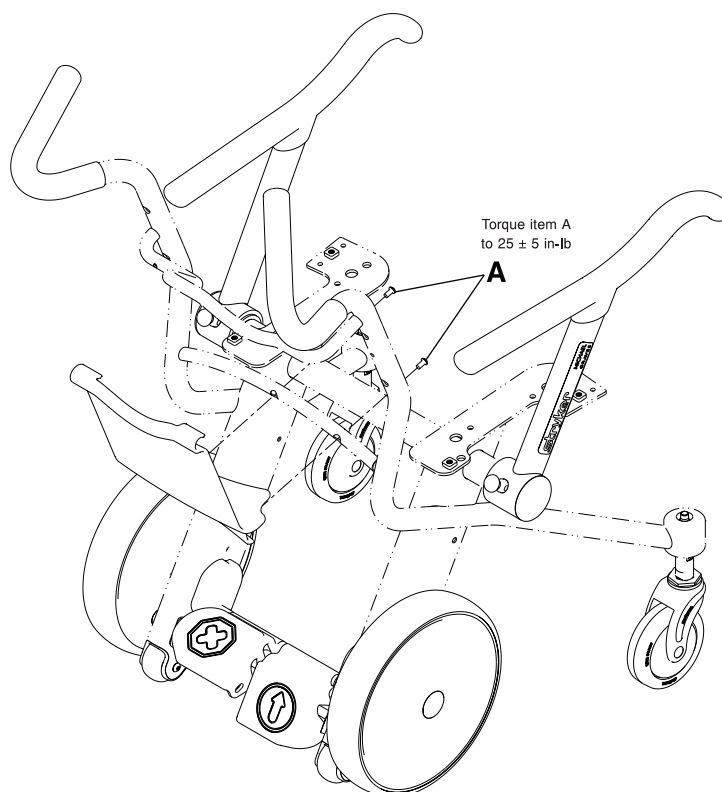

Rysunek 12-21: Wymiana oparcia siedziska
2. Za pomocą klucza imbusowego 3/16 cala wyjąć cztery śruby z łbem płaskim (A) i przejściówki (B), aby zdjąć oparcie siedziska (C) z ramy krzesła. Wyrzucić śruby, przejściówki i oparcie siedziska (Rysunek 12-21 na stronie 12-39).
3. Za pomocą klucza imbusowego 3/16 cala zainstalować cztery dostarczone śruby z łbem płaskim (A) i przejściówki (B), aby przymocować dostarczone oparcie siedziska (C) do ramy krzesła (Rysunek 12-21 na stronie 12-39). Za pomocą klucza dynamometrycznego 3/8 cala dokręcić śruby do  $70 \pm 10$  cali-funtów ( $8 \pm 1,1$  Nm).
4. Nakleić dostarczoną etykietę firmy Stryker (D) w odpowiednim kolorze.